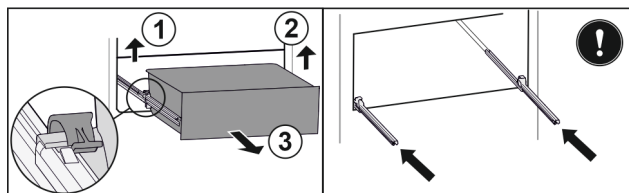

Fig. 169
- Zvedněte levou svorku a současně vytáhněte zásuvku vlevo dopředu. Fig. 169 (1)
- Zvedněte pravou svorku a současně vytáhněte zásuvku vpravo dopředu. Fig. 169 (2)
- Vyjměte zásuvku dopředu. Fig. 169 (3)